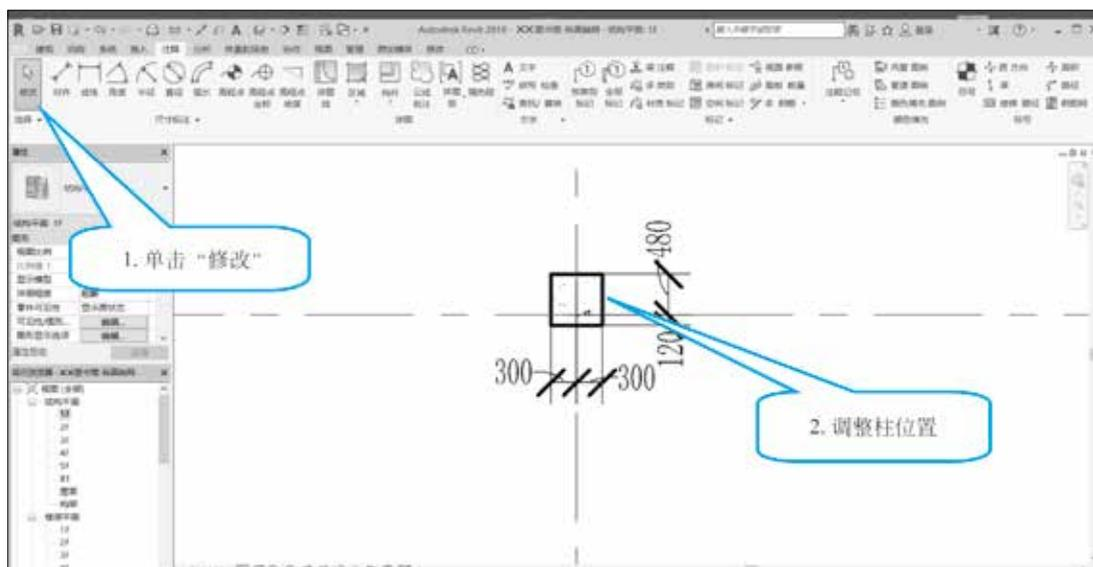

图 3.1.6 调整柱位置
(6) 选择“修改”，选中该结构柱，使用“移动”工具将该柱子移动到如图 3.1.6 所示位置。